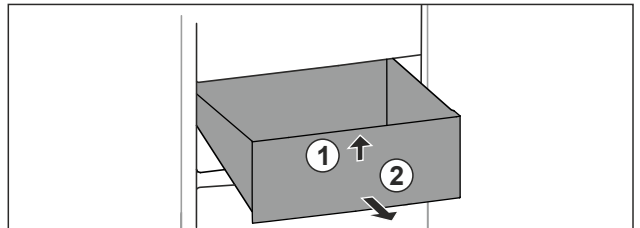

Fig. 67
- Schubfach vorne anheben. Fig. 67 (1)
- Schubfach nach vorne entnehmen. Fig. 67 (2)